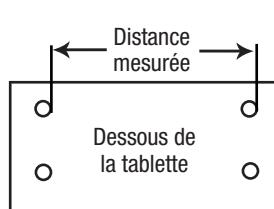

Figure 1
ÉTAPE 1: Choisissez l'emplacement désiré pour l'installation de la tablette. Mesurez la distance entre les trous située sous la tablette pour connaître la distance qui doit séparer les supports, tel qu'illustré à la **Figure 1**.